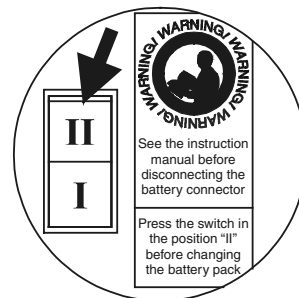

Fig. 6-2
2. Placer l'interrupteur de by-pass manuel situé sous le panneau frontal dans la position "II" (voir Fig. 6-2). Dans cette condition la charge est alimentée par le by-pass et l'afficheur doit visualiser le message de fault: C02.